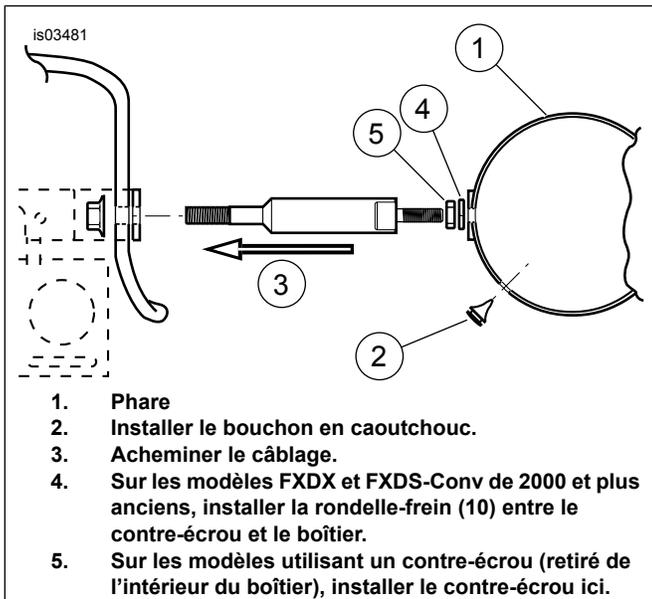

Figure 7. Montage de boîtier et acheminement de fils typiques pour les modèles équipés de supports de style Tube
- e. Voir la Figure 7. Installer le bouchon en caoutchouc dans le trou où se trouvaient les fils.
6. Voir la Figure 7. Installer le boîtier d'ampoule sur le support comme indiqué.